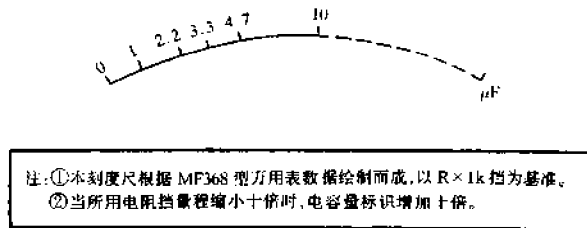

图 6-1 电容量刻度线
(1) 首先选择数只规格齐全、容量准确的电容作为标准电容,用相应的电阻挡一一测量这些电容的充放电情况。
(2) 测量时,  $1 \sim 10\mu\text{F}$  用  $R \times 1\text{k}$  挡,  $10 \sim 100\mu\text{F}$  用  $R \times 100$  挡,  $100 \sim 1000\mu\text{F}$  用  $R \times 10$  挡,  $1000 \sim 10000\mu\text{F}$  用  $R \times 1$  挡。
(3) 测量时,为了使电容充电到最大值,在指针向右偏转再向左侧回到 0 后,应将表笔接触电容的两电极的时间保持 5 秒以上。
(4) 要反复调换表笔,使电容充电两次以上,在指针向右偏转角度基本相同时,再记录下指针偏转的最大值。要在 10V 电压刻度线上读取指针偏转最大值,并将容量、量程、指针偏转最大值均作相应的记录。
(5) 将记录结果按量程左右排列,按电容量十倍数上下排列,就可得到简单实用的电容量对照表。
(6) 测量被测电容时,其操作方法与上述 1~4 项相同。将指针偏转的最大值与容量对照表进行比较,据此便可估算出被测电容的容量。
(7) 若将电容量对照表进一步扩充、变通使用,可按万用表上电压挡指示数,绘制出如图 6-1 所示的刻度线,在万用表电压刻度线上直接用符号标出,并注明 1、2.2、3.3、4.7、10、22、33、47、100 的容量数,使用起来更加方便。表 6-1 是用两种万用表实测的电容量对照表,可供参考。